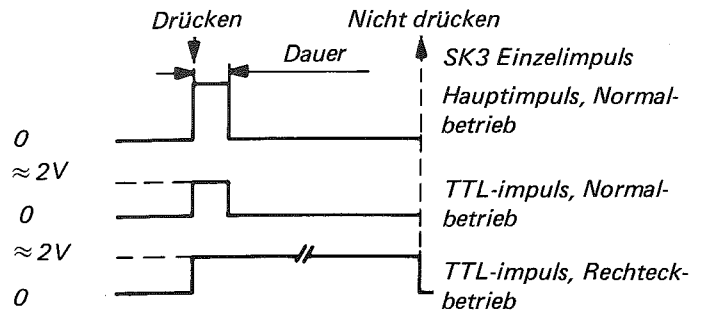

Abb. 6.4. Einzelimpulsauslösung.
- Es wird nun ein Einzelimpuls nach Abb. 6.4. erzeugt. Dauer, Amplitude usw. werden mit den Bedienelementen auf der Vorderseite des Geräts eingestellt.
- Taste SINGLE SHOT drücken. Es erscheint ein einzelner TTL-Impuls von eingestellter Dauer. Siehe auch Abb. 6.4.
- Taste SINGLE SHOT drücken. Der Einzelimpuls am TTL-Ausgang bleibt so lange stehen, wie die Taste gedrückt wird. Die eingestellte Impulsdauer hat keinen Einfluss. Vgl. Abb. 6.4.